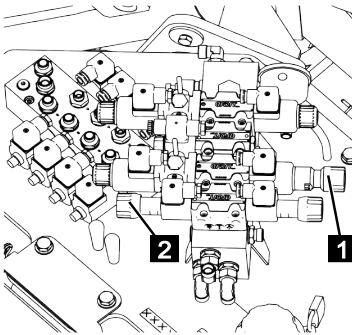

Fig. 116
3. Verrouiller la vanne à deux voies (Fig.116/1).
4. Pour la commande de la plateforme, tourner la vanne (Fig.116/2) à fond dans le sens des aiguilles d'une montre.